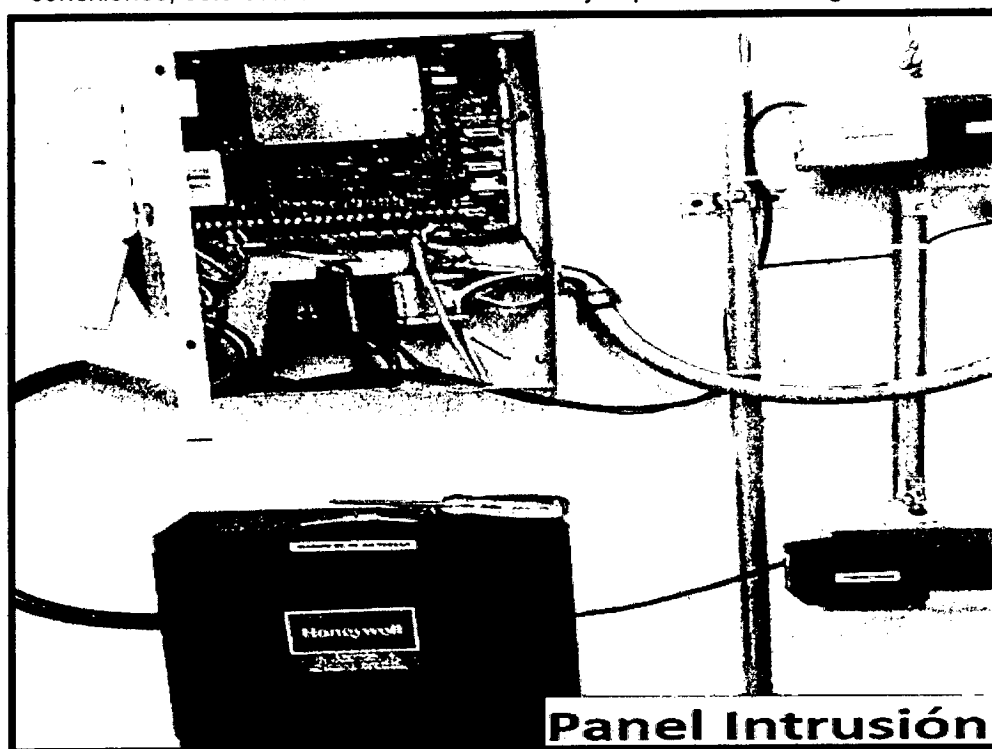

Imagen 17. Panel Interior.
- 18) Se encontró Panel con teclado, tapa, un lantronix de comunicación sin conexión a red, con batería y una fuente para respaldo, se identifica que de la zona 1 a la 9 no hay conexiones, solo está la conexión del teclado y expansora ver imagen 17.